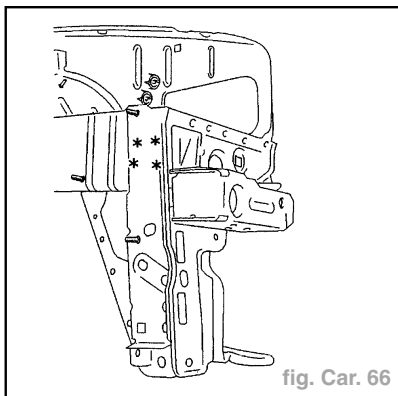

fig. Car. 66
- Dégraffer les points à l'aide d'une fraise de  $\varnothing = 8 \text{ mm}$  (fig. Car. 66).